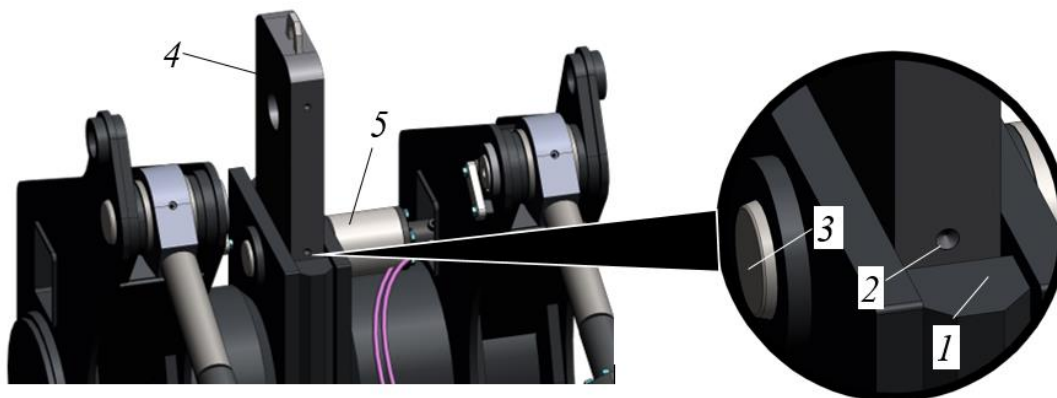

Рисунок 3.149. Фиксация ножа в гнезде рыхлителя
- Разместить нож в гнезде так, чтобы метка на ноже 2 была чуть выше торцевой поверхности гнезда 1, как показано на рис. 3.149.
- ▷ Фиксирующий палец 3 выдвинется из гидроцилиндра 5, зафиксировав нож рыхлителя 4 в гнезде 1 (рис. 3.149).